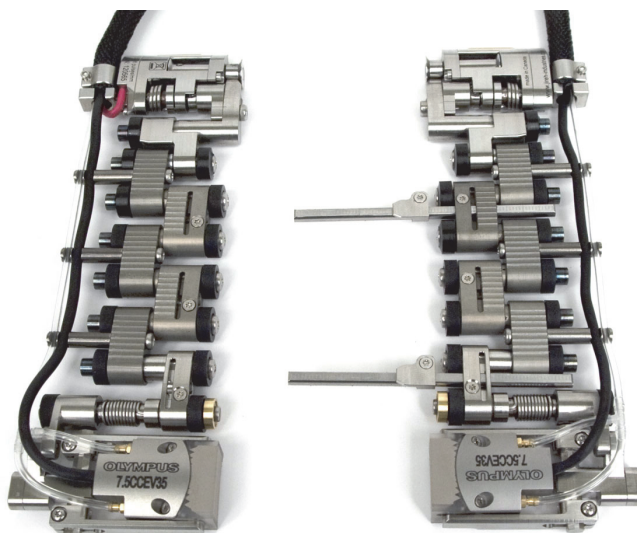

Figura 2-20 Separación de las dos mitades del escáner
3. Para efectuar un escaneo con una sonda monocristal, es necesario separar las dos mitades del escáner (véase la Figura 2-20 en la página 51):